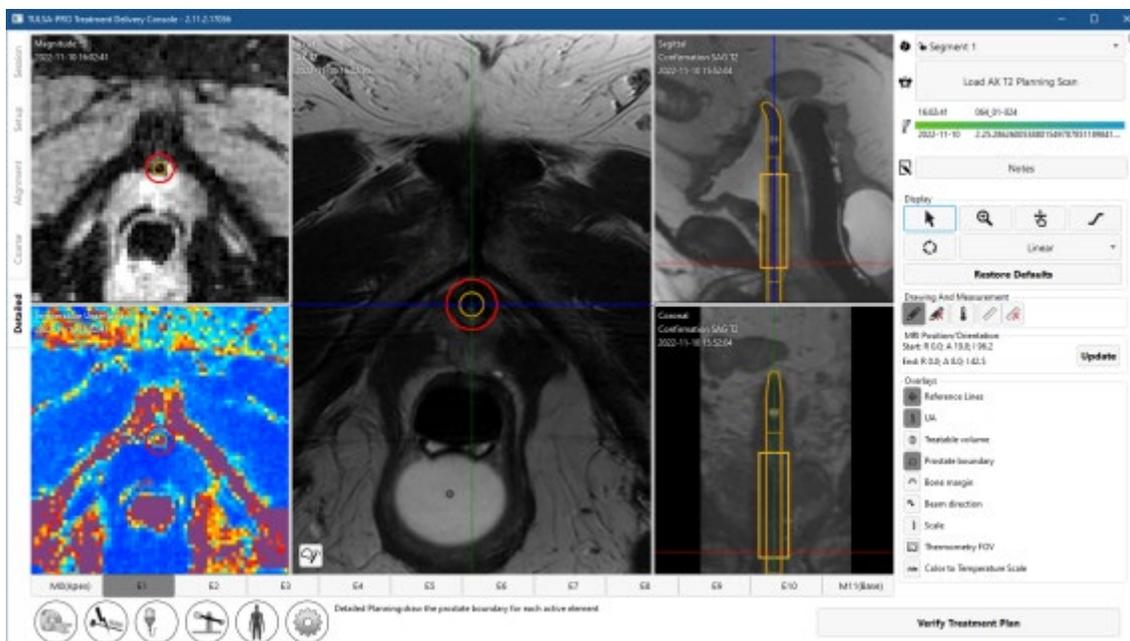

Figura 39: Espacio de trabajo de planificación detallada con magnitud de termometría e incertidumbre de temperatura
- Ejecute AX THERM haciendo clic en **Escanear**. El TDC recibirá automáticamente las imágenes de termometría. A medida que se reciban las exploraciones de termometría, se mostrarán las vistas Magnitud e Incertidumbre de temperatura para facilitar la planificación del tratamiento (*figura 39*).